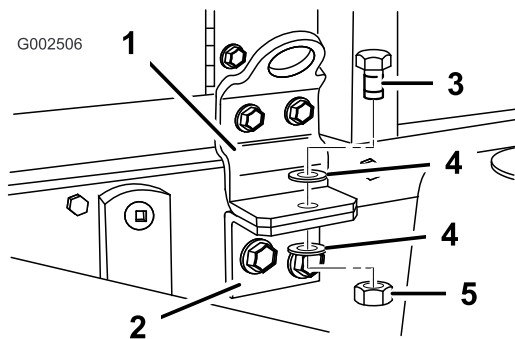

Bild 23
15. Befestigen Sie das Behältergestell mit einer Schraube ((1/2 x 1-1/2 Zoll)), zwei Scheiben ((1/2 Zoll)), und einer Sicherungsmutter ((1/2 Zoll)) am Rahmen, siehe Bild 23.